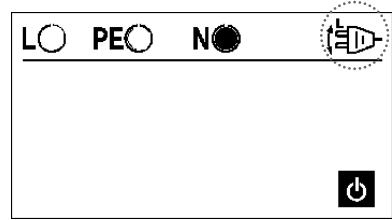

Bild 5.6.5: Anzeige bei Phasenlage N an L/L1 und L
Zeigt das Prüfgerät die Anschlussbelegung wie in Bild 5.6.5 an, d.h. das Symbol 'Netzstecker drehen' (5) blinkt, so lässt sich die Prüfung nicht starten und beim Start der Prüfung ertönt ein Signalton. Dann ist der Schukostecker umzudrehen bzw. bei den angeschlossenen Messleitungen ist L und N zu vertauschen.
► Berühren Sie zur Steckdosenprüfung die Berührungselektrode 'PE' (21).